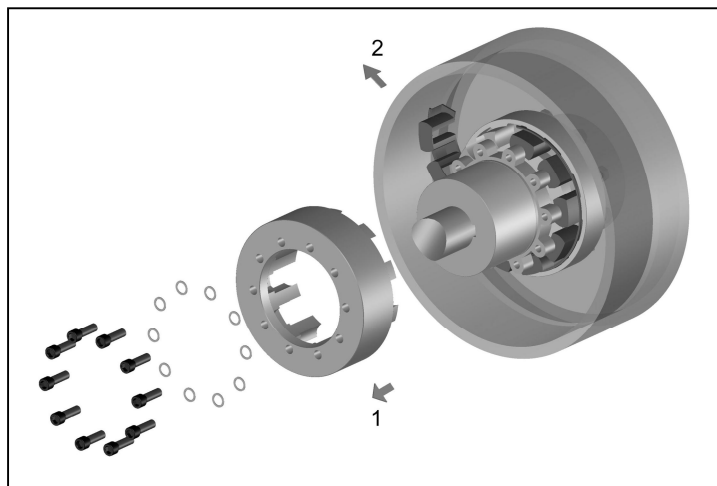

Bild 12
- Entfernen Sie die Befestigungsschrauben am Klauenring und schieben Sie diesen zurück (Bild 12, Pos. 1)
- Schneiden Sie den Zwischenring an einem Verbindungssteg durch (Bild 12, Pos. 2).